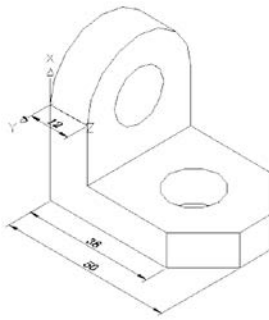

图 11.103 转动坐标轴
(8) 在【视图】选项卡中的 UCS 面板中单击 Z 按钮, 将坐标系绕 Z 轴旋转 180° , 然后单击 Y 按钮, 将坐标系绕 Y 轴旋转 -90° , 如图 11.103 所示。